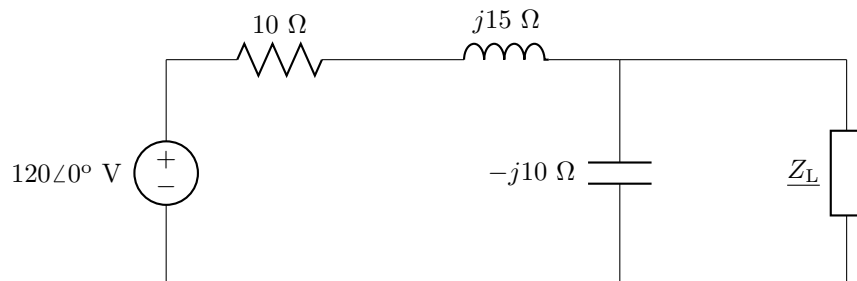

Figura 5.3: Circuito del problema 6.
6. En el circuito de la figura 5.3, ¿qué valor de  $\underline{Z}_L$  absorberá la máxima potencia? ¿Cuál es el valor de dicha potencia?